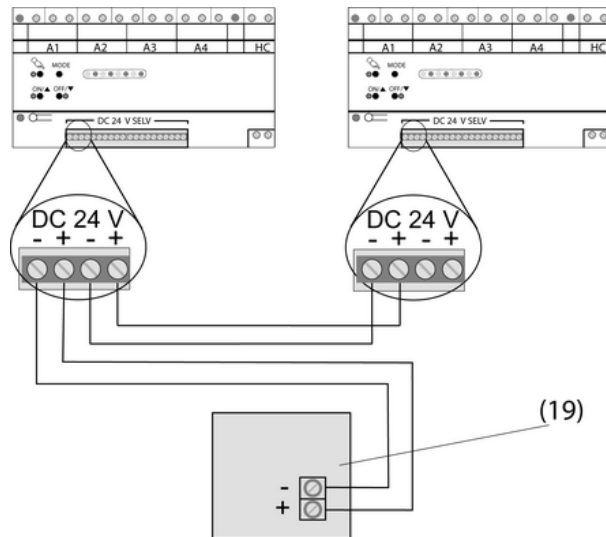

Bild 8: Anschlussbeispiel ein Sensormodul oder Tastsensor-Modul an zwei Dimmstationen
- Sensormodul oder Tastsensor-Modul gemäß Anschlussbeispiel an die Dimmstationen anschließen (Bild 8).